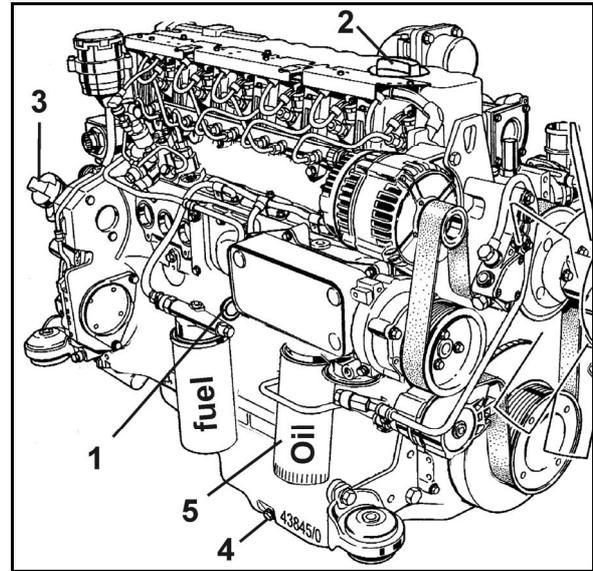

Рис. 139
2. Извлеките щуп для определения уровня масла (Рис. 139/1) и почистите его чистой тканью.
4. Если необходимо, уровень масла должен пополняться предписанным маслом в заливное отверстие (Рис. 139/2,3).
5. Выкрутите резьбовую пробку маслосливного отверстия (Рис. 139/4).